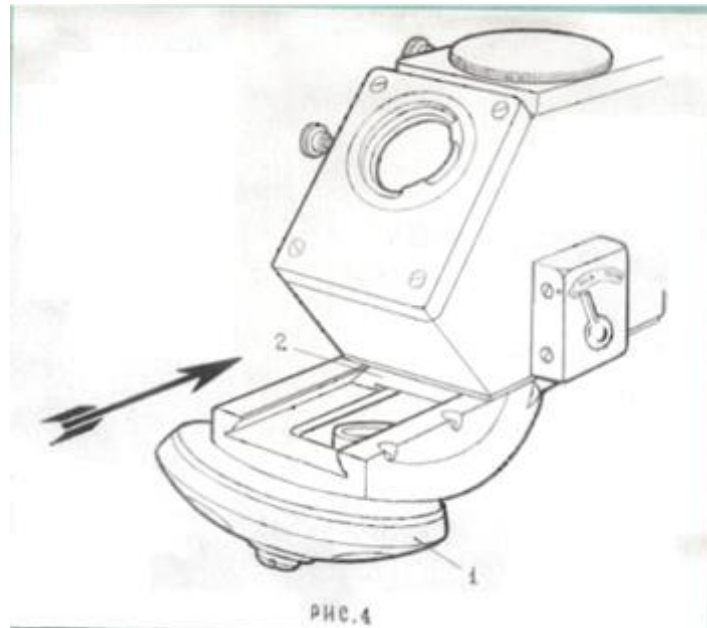

Abb. 4
Der Revolver für die Objektive wird, wie in Abbildung 4 dargestellt, auf der Führungsschiene montiert.
- 2) Installieren Sie den Revolver gemäß Abb.4.